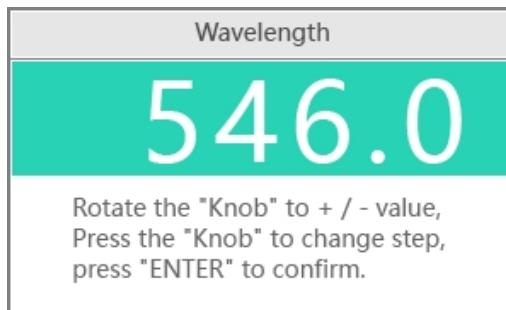

Fig. 6-6 Réglage de la longueur d'onde de mesure
- 1 Appuyer sur le bouton pour ouvrir l'interface de réglage (figure 6-6), tourner le bouton pour modifier la longueur d'onde de mesure et appuyer sur "**ENTER**" pour confirmer.